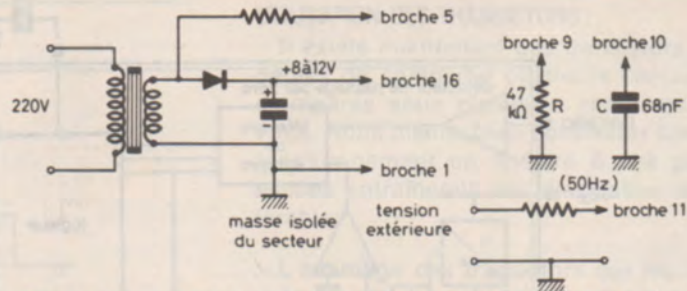

Figure 10 — Alimentation et synchronisation isolées du secteur (réglage de puissance par tension extérieure).
- utiliser un transformateur délivrant des tensions d'alimentation et de synchronisation isolées du secteur. Cette configuration de la figure 10 s'impose presque toujours lorsque la tension de commande provient d'un équipement extérieur. On notera qu'il est alors indispensable d'isoler également du secteur les broches de sortie des impulsions de commande, par transfo ou photocoupleurs (voir plus loin).
due nécessaire par la configuration de la figure 10. La méthode classique consiste à faire appel à des transfo d'impulsions, capables de commander les thyristors et les triacs.